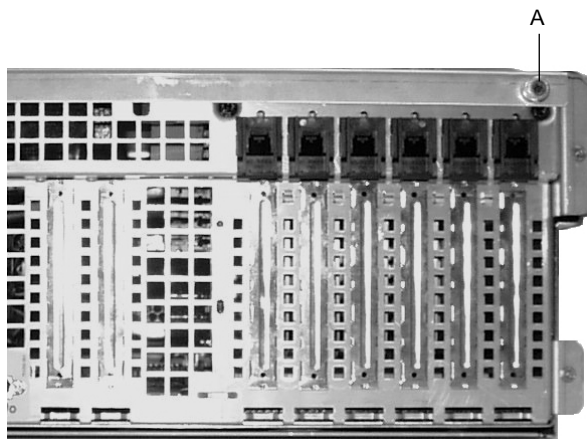

图 4-6 顶盖指旋螺钉
2. 松开位于机箱后上方的两个指旋螺钉。在图 4-6 中用“A”标示的两个指旋螺钉之一。
2. 松开位于机箱后上方的两个指旋螺钉。在第 86 页图 4-6 中用“A”标示两个指旋螺钉之一。